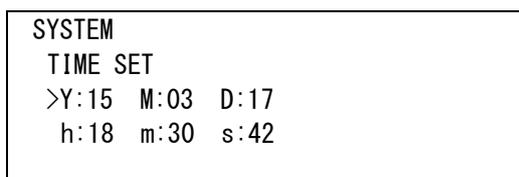

図4-71 オンスクリーンメニュー(TIME SET例)
- 1) SYSTEM メニューで「TIME SET[TIME]」を選択し、**ENTER** ボタンを押すと図 4-71 のような設定メニューが表示されます。